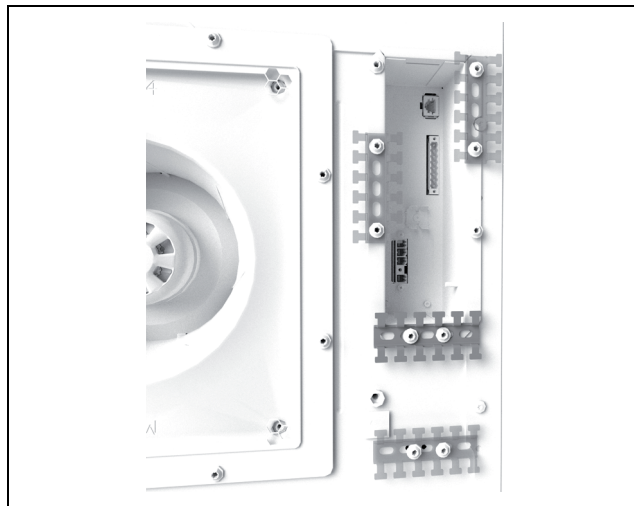

Fig. 39: Montagem da guia para cabos (exemplo)
- O contato da blindagem do cabo pode ser feito na guia para cabos (fig. 39).